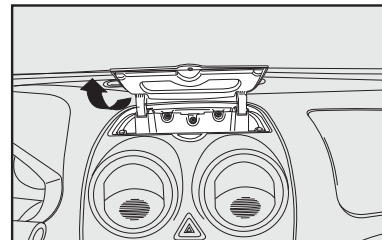

fig. 76
- en la parte central del tablero **fig. 76**;